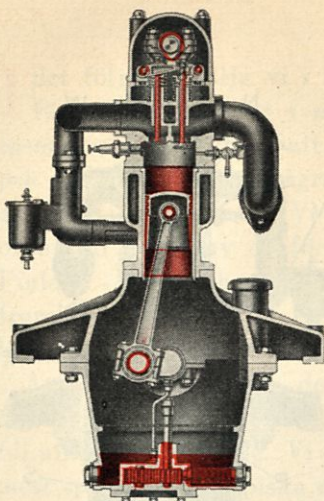
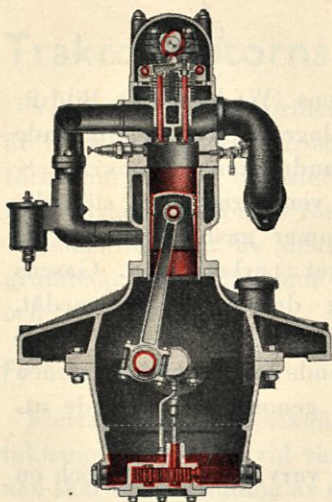

Bild 2. Fyrtaktsmotor i genomskärning (kompressionsslaget).
Bild 4. Fyrtaktsmotor i genomskärning (utblåsningsslaget).
slaget. Den nedåtgående kannan suger in bränsleblandningen genom inloppsventilen E., som öppnas, resp. slutas (styres) genom kamaxlens (W) kam (N). Bild 2: andra slaget = kompressionslaget. Den uppåtgående kannan sammanpressar gasblandningen till omkring $\frac{1}{3}$ av cylindervolymen. Båda ventilerna äro stängda. Gnistan från tändstiftet kommer gasblandningen att explodera. Bild 3: tredje slaget = arbetslaget. Gasens explosionsartade förbränning driver kannan nedåt. Båda ventilerna äro stängda. Bild 4: fjärde slaget = utblåsningsslaget. Den uppåtgående kannan driver ut den förbrända gasen i avgasröret genom den öppnade utloppsventilen A.